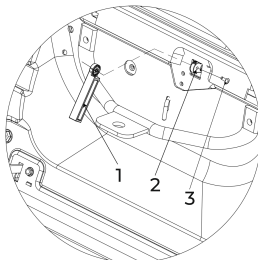

Рис. 11
**6.10. Установка нажимной пластины аварийного выключателя (рис. 11)**
· Установить пластину (рис. 11, поз 1) на заднюю панель с помощью болта (3).